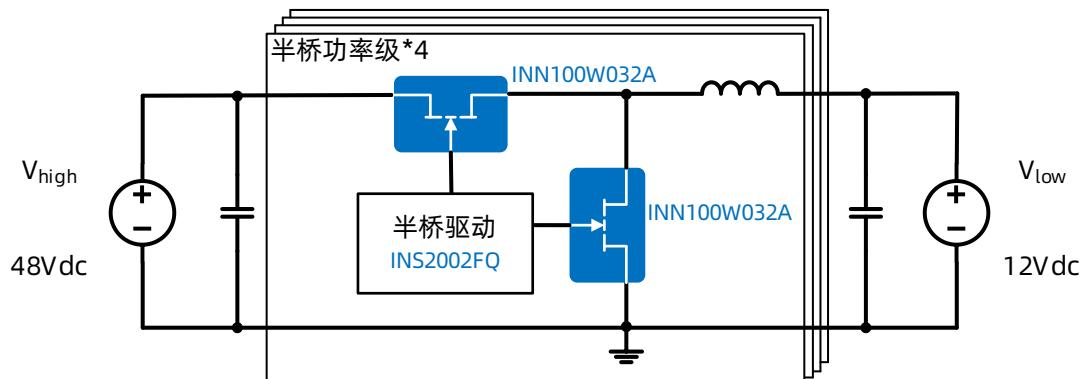

图 1 INNDDD1K0D1 系统框图
如图1所示，Demo采用四相交错Buck拓扑，每相使用1颗半桥驱动器INS2002FQ和2颗GaN INN100W032A实现功率传输，控制器使用多相控制芯片LTC7871，可以实现CC/CV控制，并具有过压、欠压、短路等保护功能。
附录图 1 测试电位和接线示意图
1) 将直流电压源连接到VIN端和GND端，如附录图1所示（注意极性）。
Connect the DC voltage source to the VIN and GND terminals, as shown in Appendix Figure 1 (note polarity).
2) 将直流负载连接到VO端和GND端，如附录图1所示（注意极性）。
Connect the DC load to the VO and GND terminals, as shown in Appendix Figure 1 (note polarity).
3) 将两个数字万用表分别连接到输入和输出测试点，如附录图1所示（注意极性）。
Connect two digital multimeters to the input and output test points respectively, as shown in Appendix Figure 1 (note polarity).